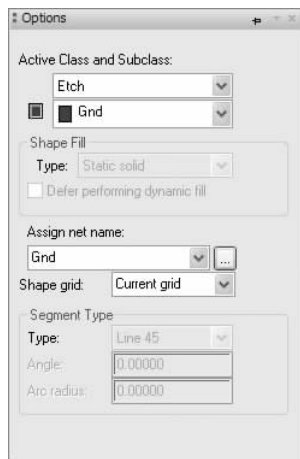

图 12-138 “Options (选项)” 面板
2) 选择菜单栏中的“Shape (外形)”→“Select Shape or Void (选择覆铜区域避让)”命令, 选择 GND 覆铜区域, 右击鼠标, 在弹出菜单中选择“Assign Net (分配网络)”命令, 在“Options (选项)”面板内单击  按钮, 在弹出的“Select a net (选择网络)”对话框内选择“Gnd”, 设置选择网络为 GND, 如图 12-138 所示。